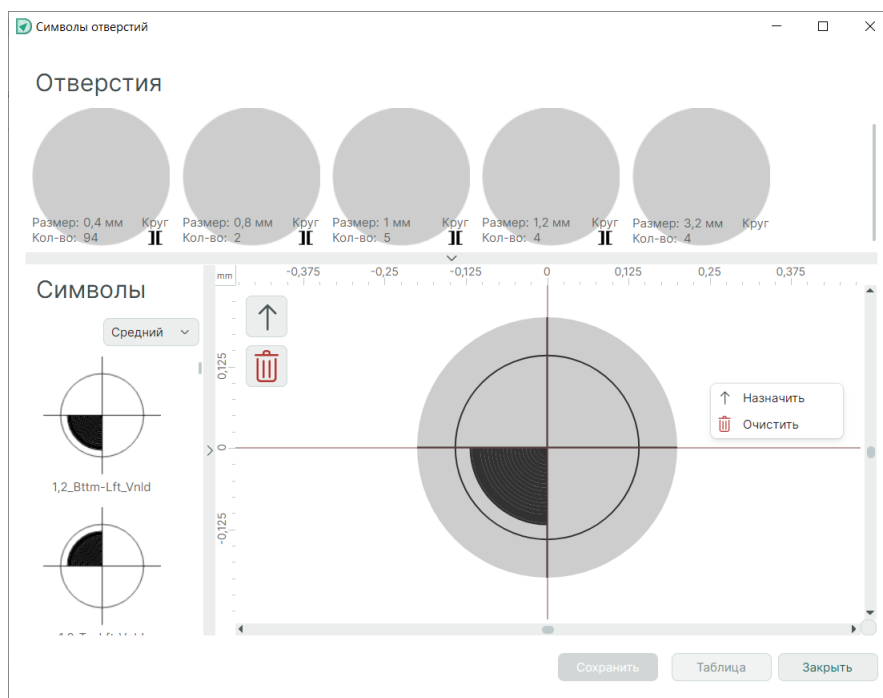

Рис. 92 Назначение символов отверстиям
2. В открывшемся окне назначьте символы отверстиям, подробнее описано в разделе «Размещение таблицы сверловки в редакторе печатных плат», см. Рис. 92.